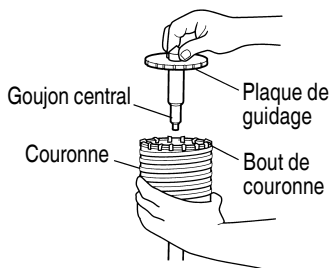

Fig. 14
- (3) Introduire le goujon central dans la plaque de guidage jusqu'à ce qu'il arrête.
(4) Engager la plaque de guidage dans la couronne et tourner la plaque de guidage à gauche ou à droite de manière à ce qu'elle ne puisse pas tomber, même si elle est orientée vers le bas. (Fig. 14)